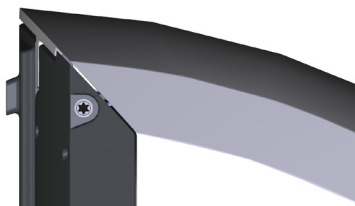

Figure 2 : emplacement des vis Torx T25 pour desserrer, ajuster et fixer le boîtier
3. À l'aide d'un tournevis Torx m5 (T25), desserrez les deux vis sur le côté arrière du boîtier (voir figure 2).